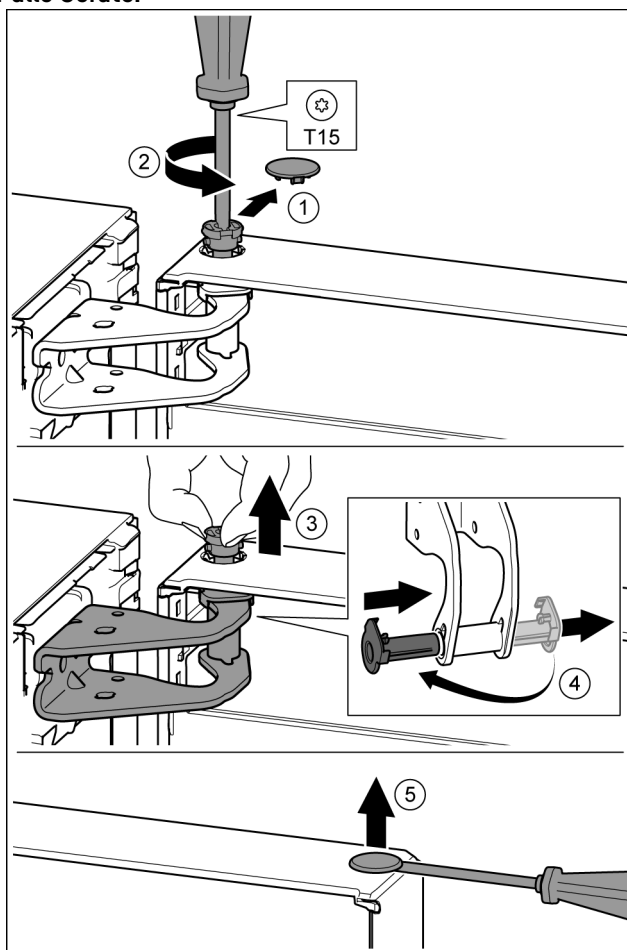

Fig. 12
- Sicherungsabdeckung vorsichtig abziehen. Fig. 12 (1)
- Bolzen mit Schraubendreher T15 ein Stück herausdrehen. Fig. 12 (2)
- Tür festhalten und Bolzen mit den Fingern herausziehen. Fig. 12 (3)
- Lagerbuchse aus Führung ziehen. Von der anderen Seite einsetzen und einrasten. Fig. 12 (4)
- Stopfen aus der Türlagerbuchse vorsichtig mit einem Schlitzschraubendreher anheben und herausziehen. Fig. 12 (5)